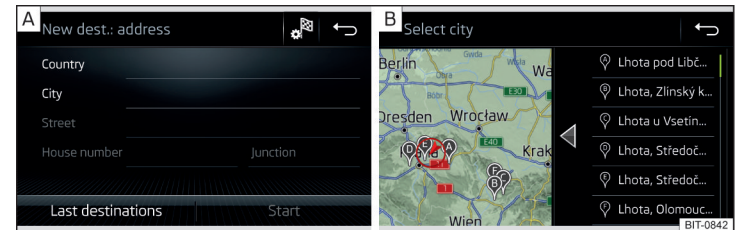

Abb. 165 Ziel über die Adresse eingeben: Hauptmenü / Liste der aufgesuchten Orte
- Die Zieladresse eingeben und anschließend bestätigen » Abb. 165 - A.
In Abhängigkeit von der Anzahl der aufgesuchten Orte kann automatisch eine Karte mit einer Liste der aufgesuchten Orte angezeigt werden » Abb. 165 - B. ▶